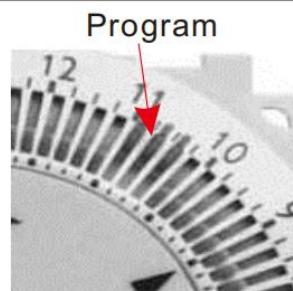

Figure 2
2. Wypchnij segmenty na zewnątrz, aby pracujemy. Każdy segment reprezentuje 15 minut. Np. chcesz, aby urządzenie elektryczne działało w godzinach 10:15–11:00. Wypchnij trzy segmenty na zewnątrz między godziną 10:15 a 11:00 (patrz rysunek 2).